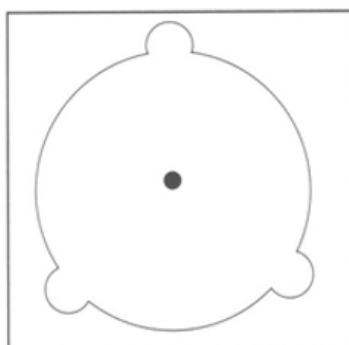

Figure 31
- 1) Во врезном кронштейне есть отметка для просверливания, с помощью листа картона сделайте карту выреза в потолке, отметьте красным цветом точку, указывающую местоположение камеры, которая является центральной отметкой (рис. 31).